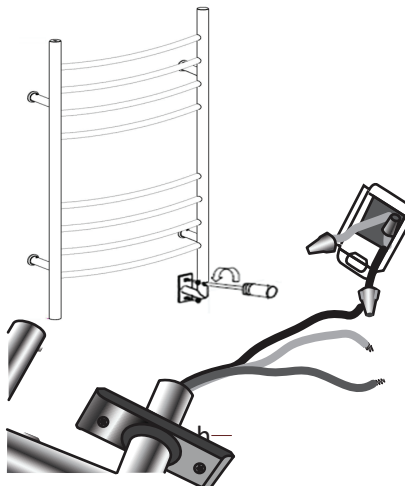

Fig. 5
Étape 5 : Installation du poteau de raccordement électrique (Fig. 5)